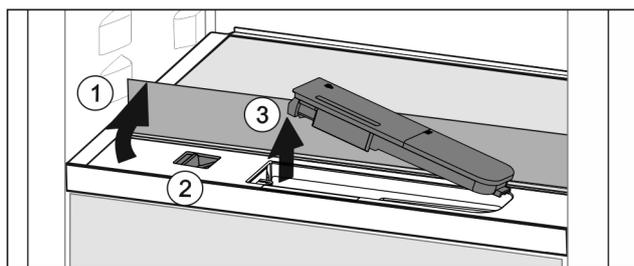

Fig. 74
- ▶ Levante la plancha de cristal y pliéguela hacia detrás hasta que haga tope Fig. 74 (1).
- ▶ Desplace el control deslizante Fig. 74 (2) hacia la izquierda.
- ▶ Retire el depósito de agua Fig. 74 (3).